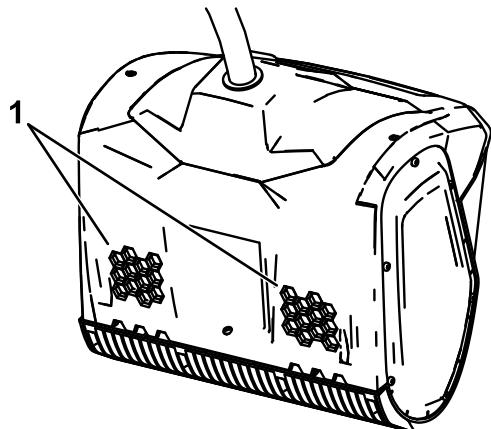

Figura 6
1. Accertatevi che gli sfatoi sulla parte posteriore della macchina siano privi di neve o ghiaccio (Figura 6).